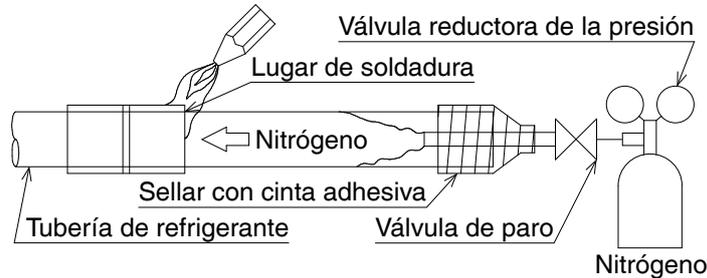

Fig. 13
- Al soldar con soldadura de bronce la tubería de refrigerante, lleve a cabo la soldadura (NOTA 2) después de sustituir el aire con nitrógeno (haga fluir nitrógeno en la tubería y sustituya el aire con nitrógeno (NOTA 1) (Consulte la Fig. 13)).